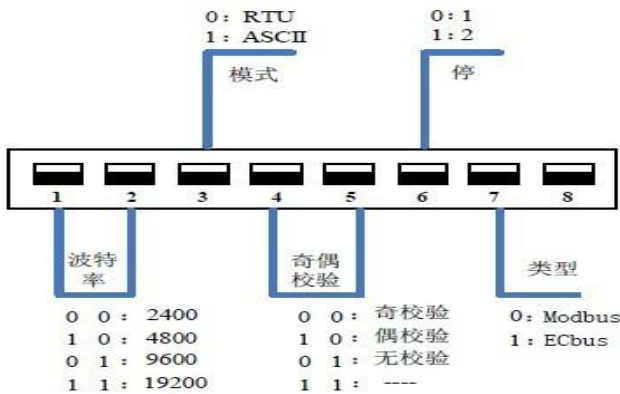

图3-1 拨码开关说明
拨码开关的设置说明见图3-1。
- 3. 将MTC的通讯协议选择拨码开关（位置见图1-1）的第七位拨到“1”选择MCbus 通讯协议（见图3-1）。PLC 主模块与MTC通过MCbus 总线连接，最多可以对7 个站点进行配置和监控。接线示意图如下所示。